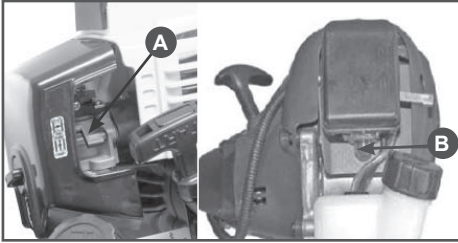

Рис. 8 Органы управления на двигателе
- Закройте воздушную заслонку карбюратора. Для этого рычаг А (Рис. 8) управления воздушной заслонкой установите в верхнее положение «ЗАКРЫТО».
- Прокачайте топливо через карбюратор. Для этого нажимайте (примерно 8-10 раз) на ручной топливный насос В (Рис. 8) до появления в насосе топлива и возникновения сопротивления при нажатии.